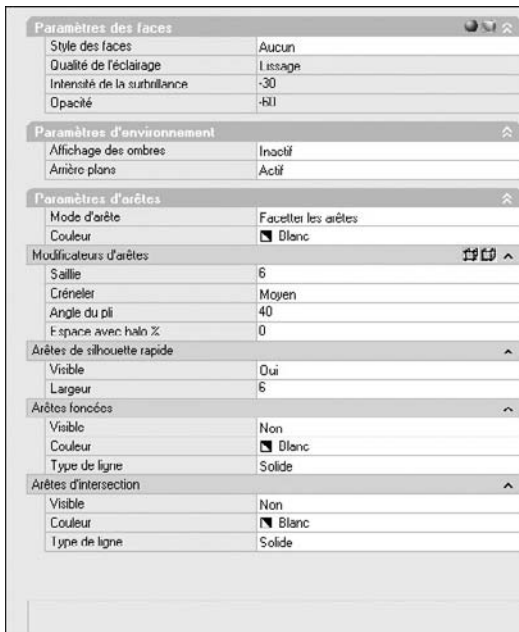

Fig.22.19
- 5 Modifiez les différents paramètres désirés comme indiqué ci-contre (fig.22.19) :